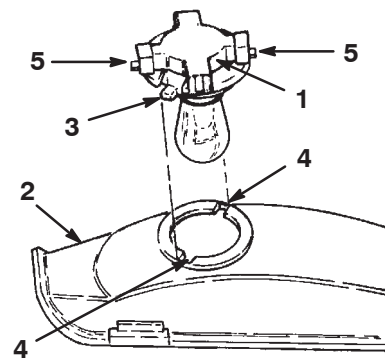

Bild 31
3. Drehen Sie die Birnenfassung um 1/4 Umdrehung nach links und nehmen die Birne aus dem Reflektor (Bild 31).
4. Richten Sie die Laschen an der Birnenfassung (Bild 31) mit den Schlitzlöchern im Reflektor aus, setzen die Birnenfassung in den Reflektor ein und drehen Sie die Birne um eine 1/4 Umdrehung nach rechts bis zum Anschlag.